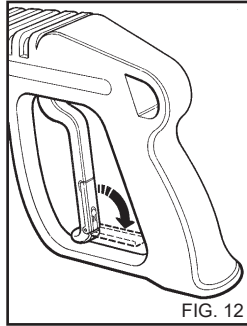

FIG. 12
- Quand le nettoyeur haute pression n'est pas utilisé, fermer le dispositif de sécurité de la poignée (fig. 12).